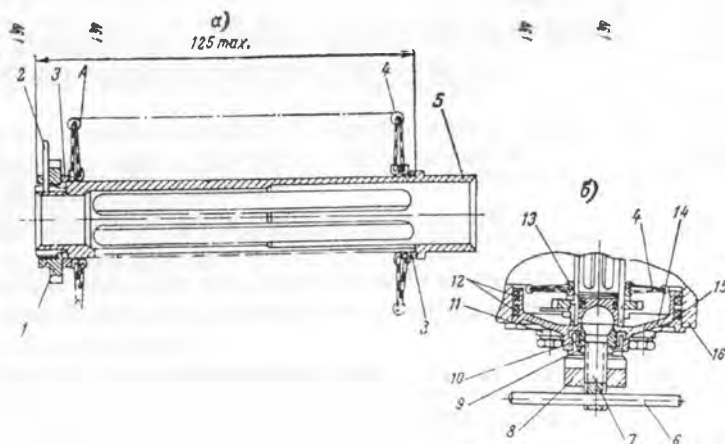

Рисунок 10. Масляный фильтр двигателя НК-8-2У
11. Замерьте длину фильтропакета (в сборке) от торца упорного буртика на стержне до внешнего торца гайки (см. рисунок 10), максимально допустимая длина фильтропакета 125 мм.
Касание фильтрующих дисков по торцам А (см. рисунок 10) не допускается.